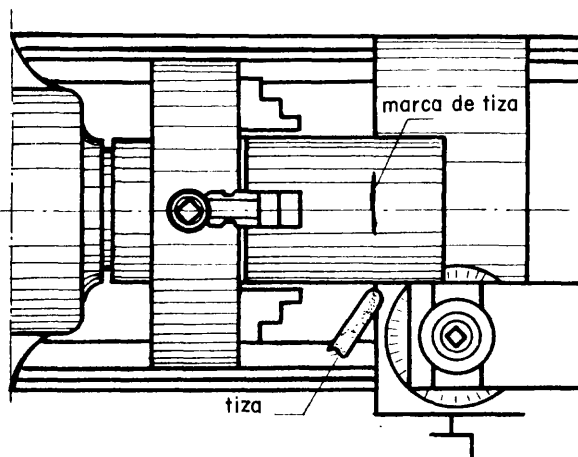

Fig. 6
- 2 En el caso de materiales en bruto, se puede hacer el centrado usando tiza. Para ello, monte el material, ponga en movimiento el torno a baja velocidad, aproximando la tiza, para marcar la región de la pieza que queda más apartada del centro (fig. 6); a continuación, proceder como fue explicado en el centrado con gramil.